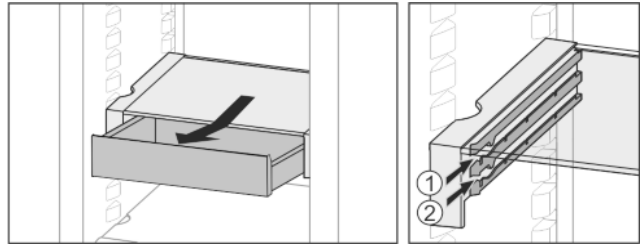

Fig. 23
- L'insérer à n'importe quelle hauteur Fig. 23 (1) ou Fig. 23 (2).